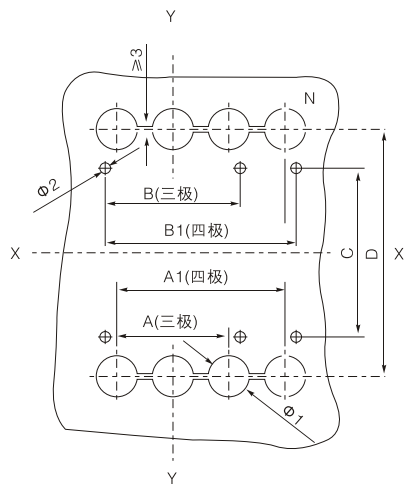

图8 板后接线安装板开孔尺寸
2) 板后接线安装板开孔尺寸见图8(X-X、Y-Y为三极断路器中心)